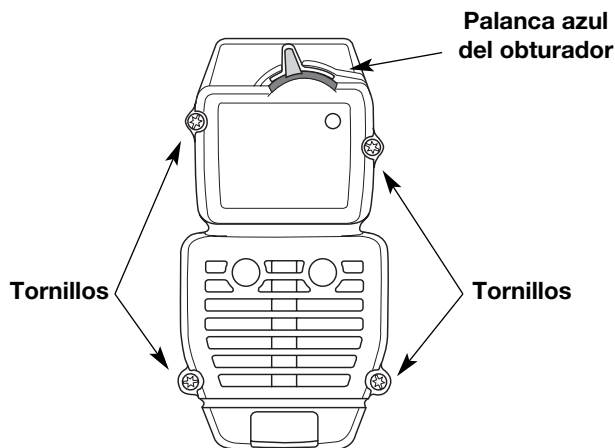

Fig. 25
2. Saque los cuatro (4) tornillos que sostienen la cubierta del silenciador / filtro de aire (Fig. 25). Use un destornillador de broca Torx N° T20.
2. Inserte los cuatro (4) tornillos en los orificios de la cubierta del silenciador / filtro de aire (Fig. 25) y ajústelos. No los ajuste demasiado.